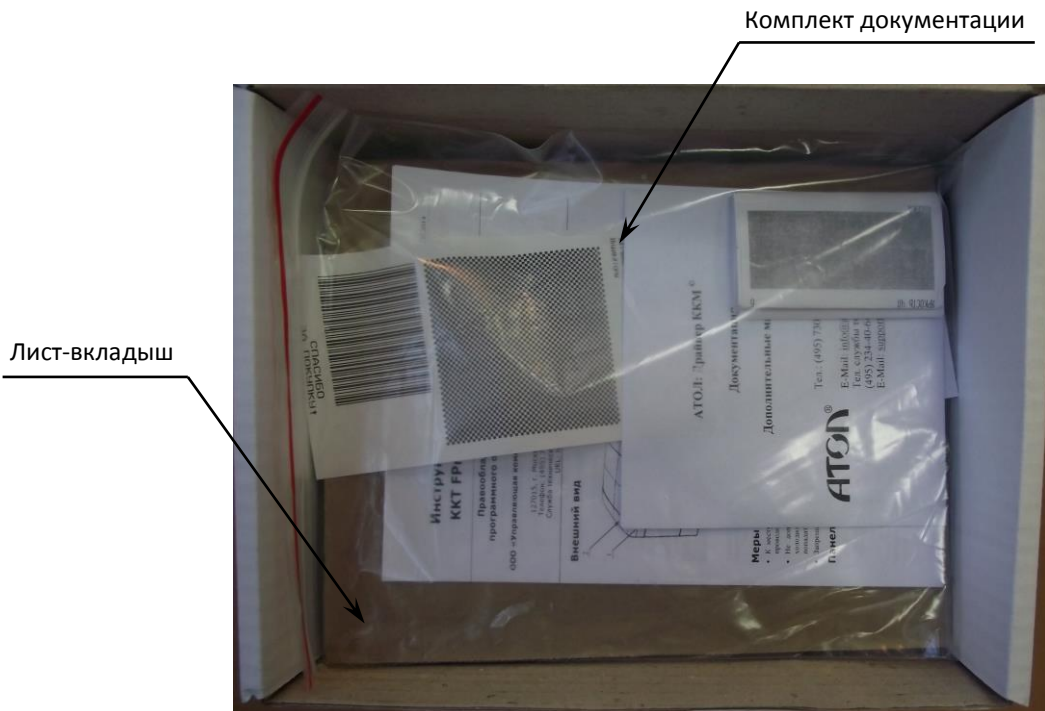

Рисунок 47. Расположение документации и диска в коробке упаковочной
6. Комплект документации и диск (по требованию) помещаются в пакет 20x25 для полиграфии и располагаются поверх листа-вкладыша (смотрите рисунок 47).